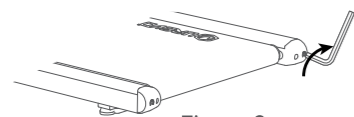

Figure 2
- Si la courroie mobile s'est décalée vers la droite, utilisez l'outil hexagonal pour tourner la vis du rouleau de renvoi droit d'un quart de tour dans le sens des aiguilles d'une montre (voir la figure 2).